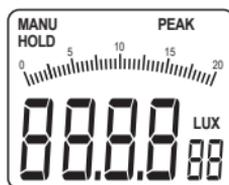

Figura 3-1-2B
- Si mantiene pulsada la tecla REL/PEAK durante un segundo, el instrumento entra en el modo de medición del valor de pico y la palabra "PEAK" aparece en la esquina superior derecha del LCD; al mismo tiempo la palabra "MENU" aparece en la esquina superior izquierda del LCD (como se muestra en la figura 3-1-2B);